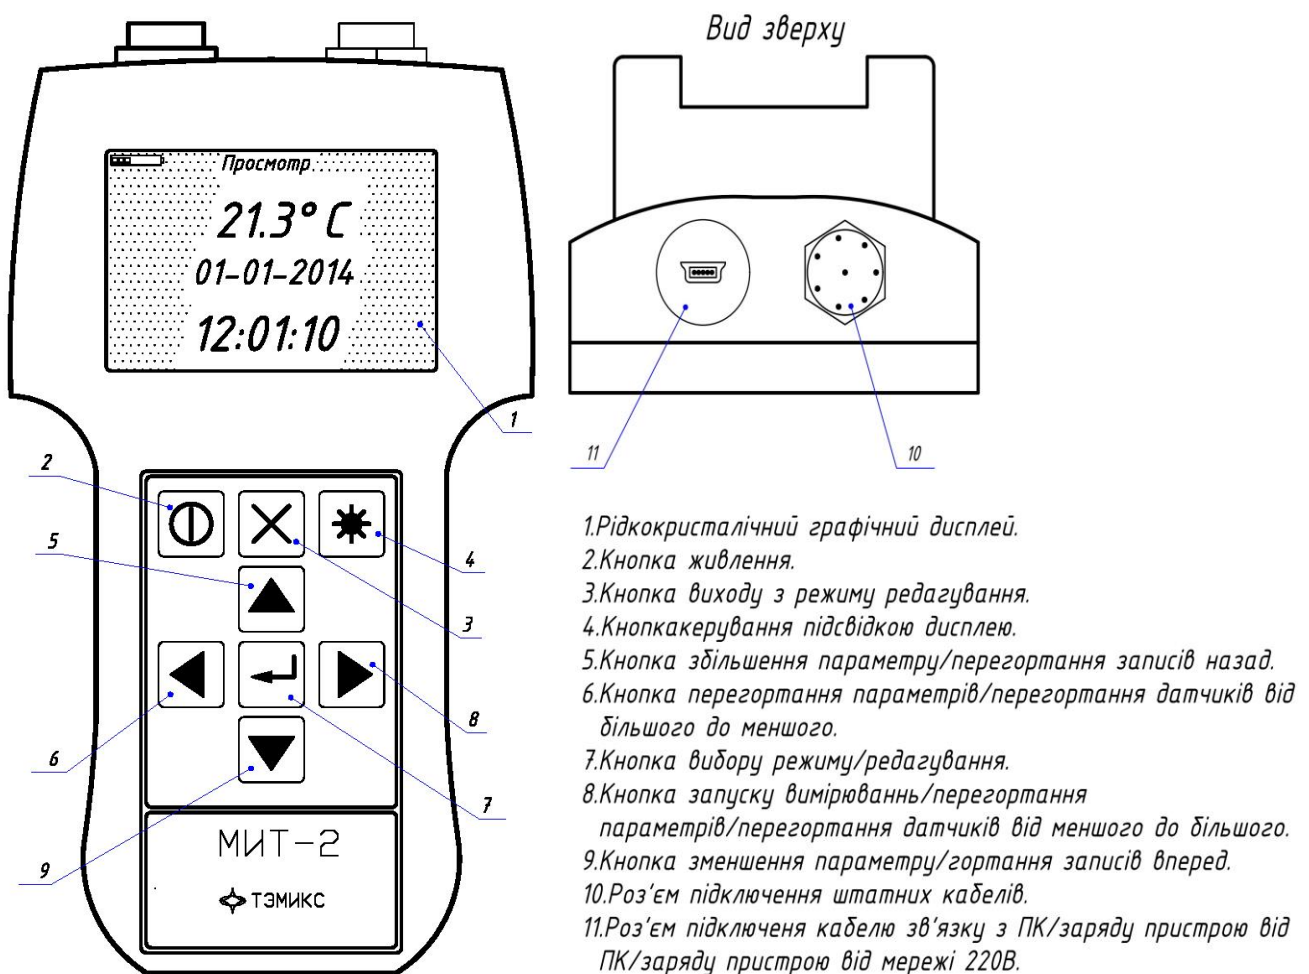

Рисунок 1. Модуль індикації МИТ-2
Зовнішній вигляд приладу представлено на рис.1.
6.1.1 Підключити відповідний штатний кабель до гнізда приладу (поз.10 рис.1).
6.6.1 Для зарядки пристрою необхідно підключити кабель зв'язку з ПК/зарядки до гнізда приладу (поз. 11, рис.1).